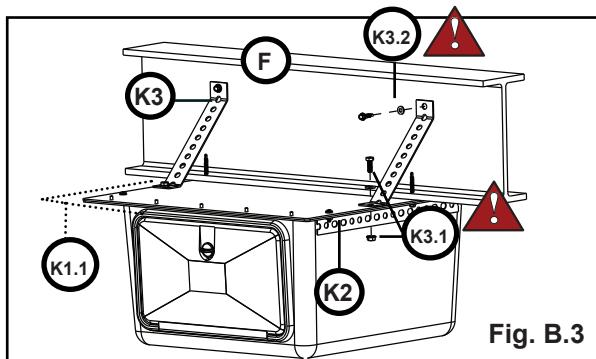

Fig. B.3
3. Refer to Fig. B.3. Position **K3** on top of **K1.1**;
3. Reportez-vous à la Fig. B.3. Positionnez **K3** sur le dessus de **K1.1**.
3. Vea la Fig. B.3. Coloque **K3** encima de **K1.1**;